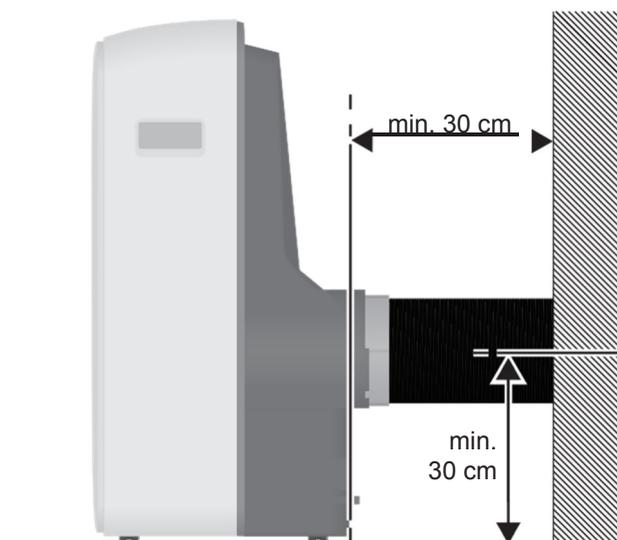

Bild 7: Bei einer Wanddurchführung ist der Spiralschlauch kurz, waagrecht und ohne Biegungen.
- Wenn Sie das Klimagerät häufig im selben Raum verwenden, ist eine Wanddurchführung für den Spiralschlauch optimal (siehe Bild 7 und Kapitel „Wanddurchführung“).